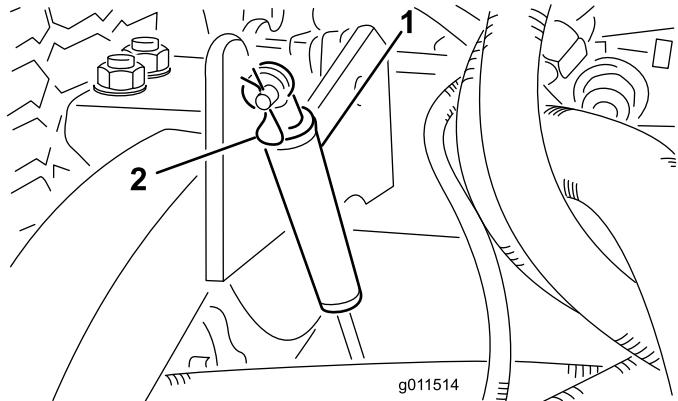

Figura 75
2. Togliete la coppiglia che fissa gli ammortizzatori ai bracci di sollevamento (Figura 75).